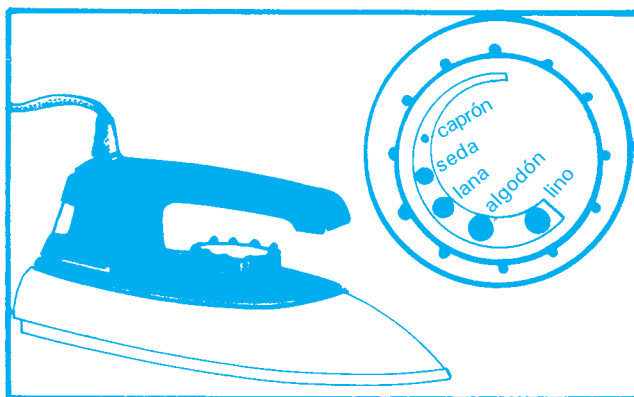

Figura 8 Regulador de temperatura de la plancha eléctrica
1. Plancha con temperatura alta. Para saber el grado de calor que requiere la prenda de vestir, ya sea lana, algodón, lino, seda, te puedes guiar por los indicadores que tiene el regulador de temperatura que forma parte de la plancha eléctrica y, ajusta este, según el tipo de tejido que vas a planchar (figura 8).